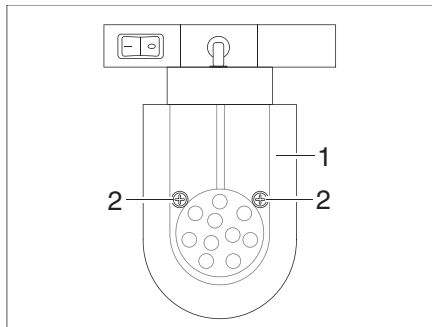

Bild 364 LED-spotlight (förskjutningsbar)
- Lossa fästskruvarna (Bild 364,2).
- Ta försiktigt bort lampglaset (Bild 364,1).